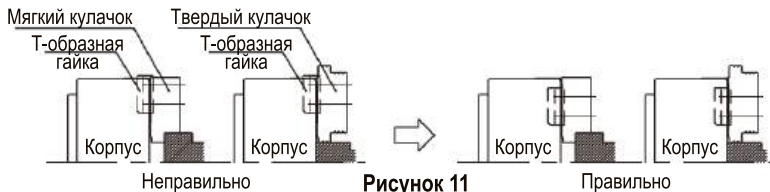

Рисунок 11
- Винчивайте Т-образную гайку так, чтобы она не выступала из основного кулачка. (см. рис. 11)